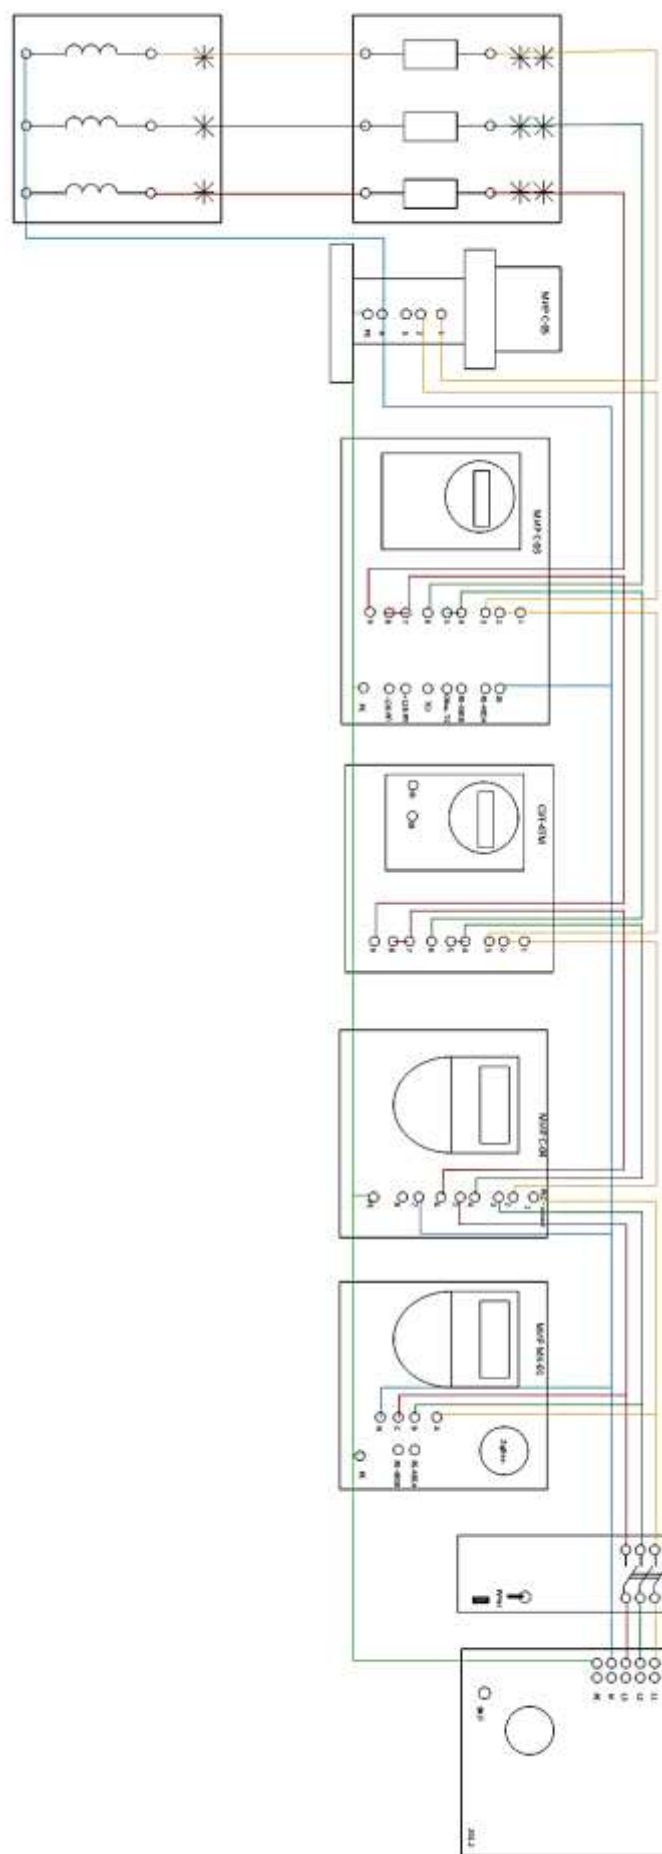
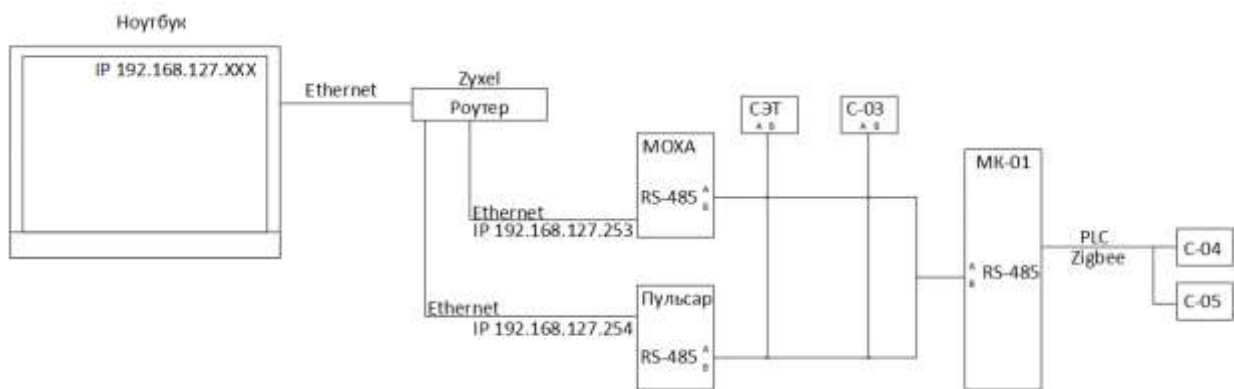

Рис. 88. Схема эксперимента
Рис. 89. Схема организации каналов связи
1. Собрать схему эксперимента (рис. 88) и схему организации каналов связи (рис. 89).